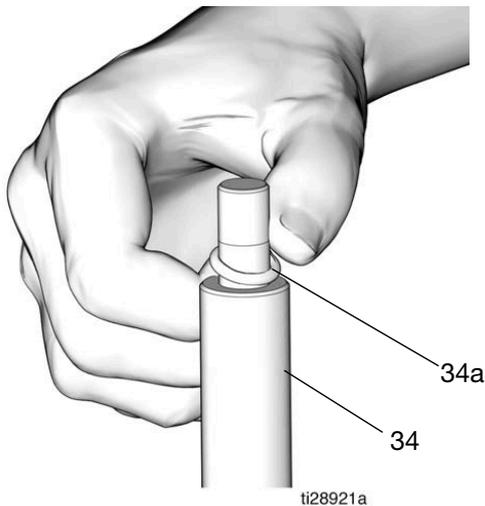

FIG. 29
5. Applicare un sottile strato di grasso all'O-ring (34a). Installare l'O-ring sulle scanalature dell'asta del pistone (34) (FIG. 29).